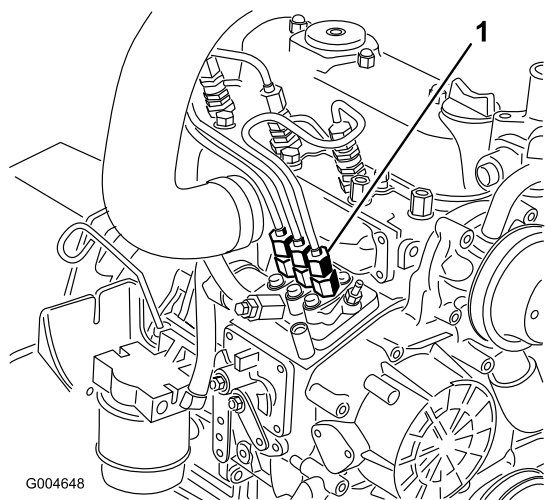

Figure 48
1. Placez un chiffon sous le raccord du tuyau allant de la pompe d'injection à l'injecteur N° 1, comme illustré à la Figure 48.